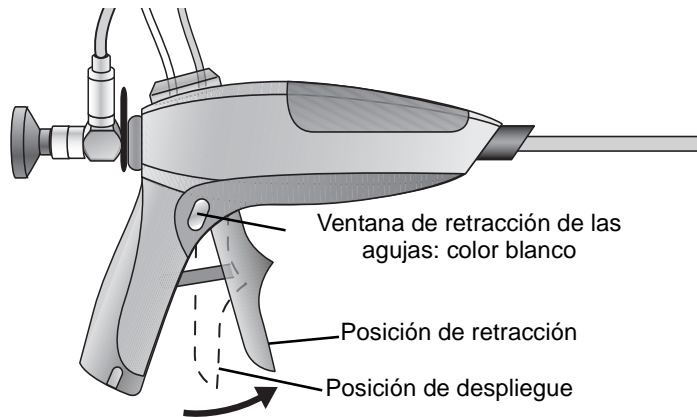
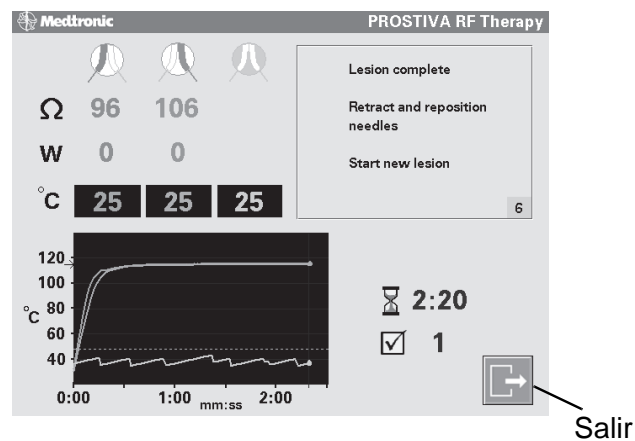

Figura 4-13. Retraiga totalmente el percutor.
Figura 4-14. Confirme que aparece el mensaje "Lesion Complete" (lesión finalizada) en la pantalla.
13. Una vez finalizado el tratamiento de lesión, confirme que aparece el mensaje "Lesion Complete" (lesión finalizada) en la pantalla (Figura 4-14) y retraiga totalmente el percutor del dispositivo de mano (Figura 4-13).
16. Presione el botón de icono “Salir” (Figura 4-14) para acceder a la ventana “New Patient” (nuevo paciente) de la pantalla (Figura 4-15).